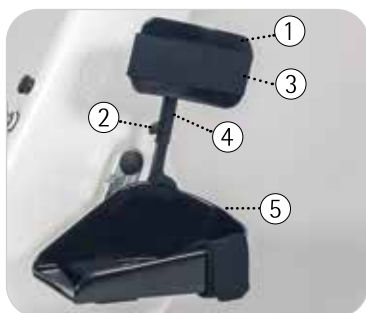

Bild 6.3
se bild 6.3 För en optimal förning och håll av benen måste vadstöden ① igga tätt vid underbenen. Öppna vingskruvarna ② och höjjustera benföringen ④. Dra åter åt vingskruvarna ② i vald position.